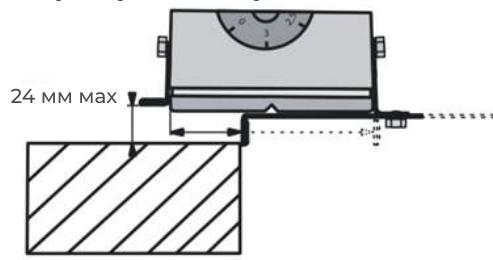

РИС. 5
- установите рубанок правой стороной (при виде сзади) на край заготовки, с которого необходимо выбрать четверть (Рис. 5);